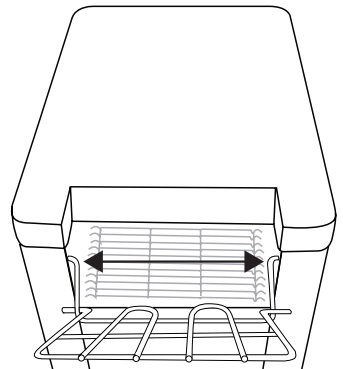

Fig. 1
2. La bena hvile på apparatets utside **[Fig. 1]**.